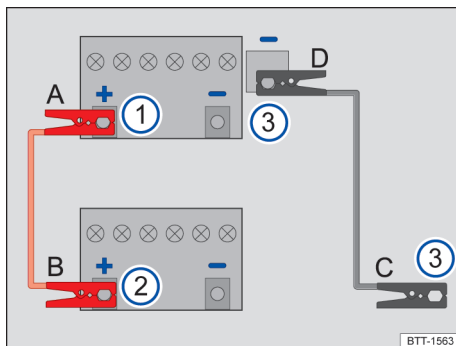
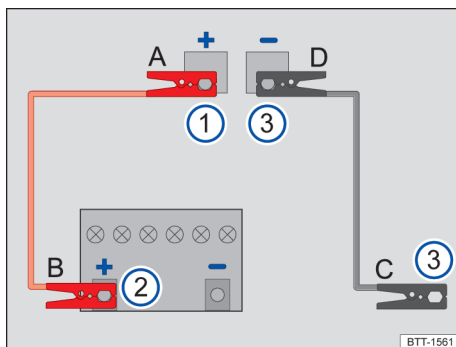

Fig. 232 Esquema para a conexão dos cabos auxiliares de partida (bateria do veículo 12 V no compartimento do motor).
Fig. 233 Esquema para a conexão dos cabos auxiliares de partida no veículo que presta auxílio à partida (bateria do veículo 12 V no compartimento de bagagem).
Legenda para **Fig. 232** e **Fig. 233**:
Conectar o cabo auxiliar de partida somente na sequência **A – B – C – D** → Fig. 232.
- Conectar uma extremidade do cabo auxiliar de partida *vermelho* ao polo positivo + do veículo com a bateria do veículo 12 V descarregada → Fig. 232 ① → ▲.
- Conectar a outra extremidade do cabo auxiliar de partida *vermelho* ao polo positivo + do veículo fornecedor de corrente → Fig. 232 ②.
- Conectar uma extremidade do cabo auxiliar de partida *preto* de preferência, num ponto de auxílio à partida (conexão à massa), ou então, numa peça metálica maciça firmemente aparafusada com o bloco do motor ou no próprio bloco do motor do veículo que gera corrente. → Fig. 232 ③.
uma peça maciça de metal parafusada firmemente com o bloco do motor ou ao próprio bloco do motor → Fig. 232 ③ → ▲.
Conectar o cabo auxiliar de partida somente na sequência **A – B – C – D** → Fig. 233.
- Conectar uma extremidade do cabo auxiliar de partida *vermelho* ao ponto de auxílio à partida do polo positivo (+) do veículo com a bateria do veículo 12 V descarregada → Fig. 233 ① → ▲.
- Conectar a outra extremidade do cabo auxiliar de partida *vermelho* ao polo positivo + do veículo fornecedor de corrente → Fig. 233 ②.
- Conectar uma extremidade do cabo auxiliar de partida *preto* no veículo com a bateria do veículo 12 V que fornecerá corrente, de preferência, num ponto de auxílio à partida (conexão à massa), ou então, numa peça metálica maciça firmemente aparafusada com o bloco do motor ou no próprio bloco do motor → Fig. 233 ③.
- Conectar a outra extremidade do cabo auxiliar de partida *preto* do veículo com a bateria 12 V descarregada, de preferência, a um ponto de auxílio à partida conexão à massa (-), ou então, a uma peça maciça de metal parafusada firmemente com o bloco do motor ou ao próprio bloco do motor → Fig. 233 ③ → ▲.
- Em motores em funcionamento, desconectar o cabo auxiliar de partida somente na sequência **D – C – B – A** Fig. 232 ou → Fig. 233.